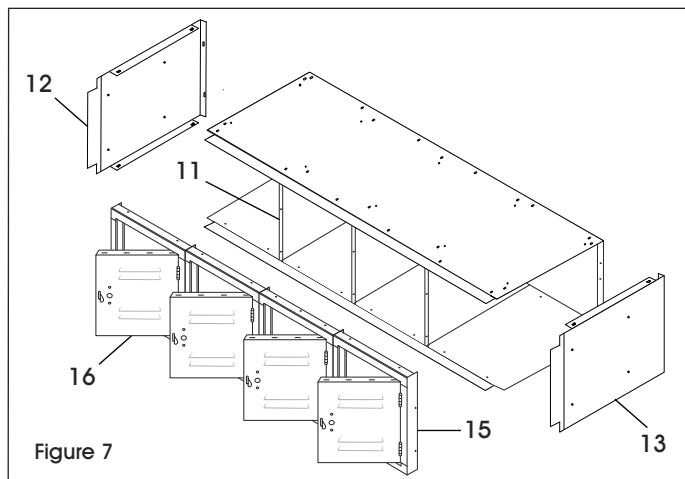

Figure 7
3. Identifiez le panneau extérieur gauche (12) et le panneau extérieur droit (13) pour la section horizontale en remarquant la différence dans l'emplacement des trous entre les panneaux gauche et droit. Boulonnez les panneaux extérieurs gauche et droit aux panneaux supérieur, inférieur et arrière. (Voir Figure 7)
4. Placez la porte et l'ensemble de cadre (15 et 16) pour la section horizontale par-dessus les cadres de casier. Assurez-vous que la structure des panneaux se trouvent à l'intérieur des cadres et non entre les cadres. Fixez le panneau supérieur au linteau de cadre et le panneau inférieur au seuil de cadre (un boulon chaque). (Voir Figure 7)